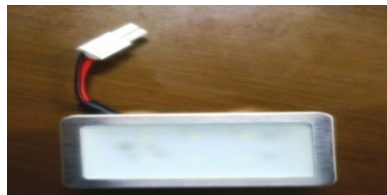

Рис. 5
3. Отключите не работающий LED плафон в месте соединения (**Рис. 5**), подключите работающий плафон к вытяжке.